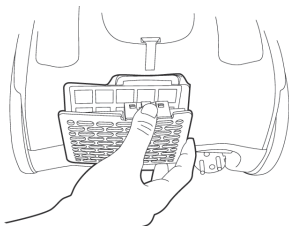

Bild 15
1. Entfernen Sie das Abluftgitter durch Drücken der Taste. (Bild 15)